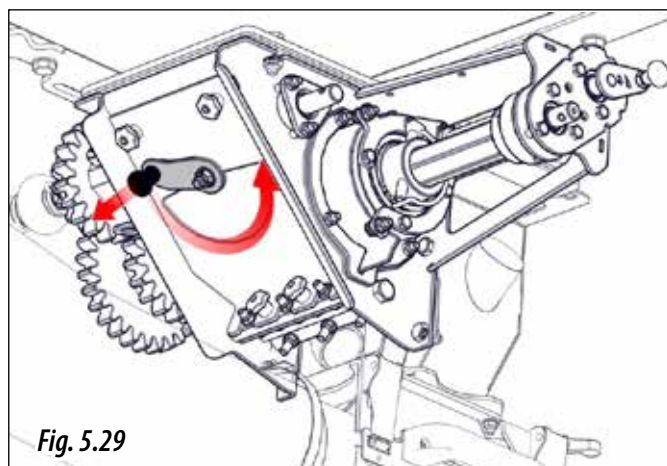
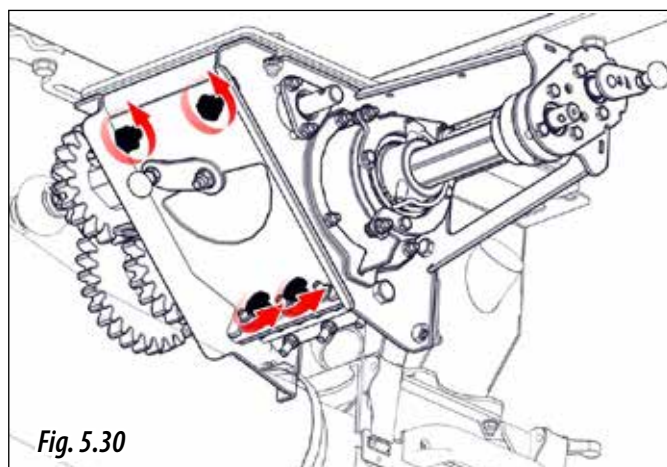

Fig. 5.29
Fig. 5.30
**4.A.1-** Goliți unitatea de dozare prin clapeta de golire (Fig. 5.29) sau scoateți capacul desfăcând șuruburile (Fig. 5.30).